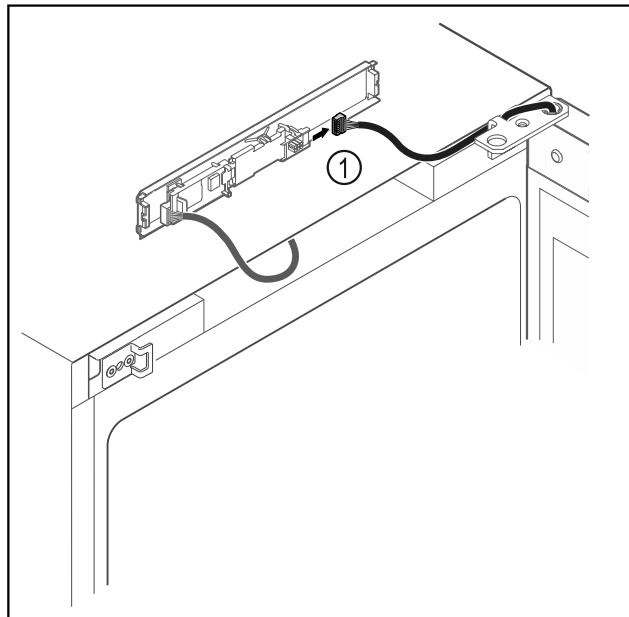

Fig. 16
- Shkëputni spinën Fig. 16 (1) nga qarku.